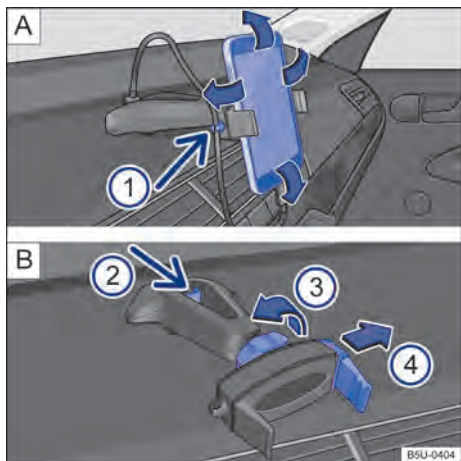

Fig. 145 No console central: suporte para smartphone e ajustes.
- Segurar o suporte com uma mão e pressionar o botão de destravamento → Fig. 145 [B] ② (seta).
- Com a haste → Fig. 145 [B] ④ deslocar no sentido da seta, e instalar o smartphone no alojamento.
- Com a outra mão deslocar a haste → Fig. 145 [B] ④ até que seja possível remover o aparelho do alojamento.
- Colocar o cabo USB na entrada carregador USB do suporte existente no painel de instrumentos → Fig. 145 [A].
- Prender o cabo no suporte → Fig. 145 [A] ①.
- Para liberar o movimento do suporte, girar a trava → Fig. 145 [B] ③ no sentido contrário da seta.
- Para fixar a posição, girar a trava no sentido da seta ③ → Fig. 145 [B] até a fixação total do suporte.
O suporte para smartphone tem garantia de 3 anos, com exceção da haste deslizante (garra) → Fig. 145   que tem garantia de 1 ano.